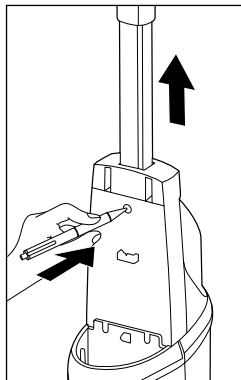

Fig. 2
► Se desejar voltar a remover o cabo do aparelho ❶, deverá retirar primeiro o reservatório de água limpa ❶ do aparelho, a fim de aceder ao mecanismo de encaixe do cabo do aparelho ❶ (ver capítulo **Encher o reservatório de água limpa**). Depois de ter removido o reservatório de água limpa ❶, pressione o mecanismo de encaixe do cabo do aparelho ❶ para fora da abertura de encaixe, utilizando um objeto pontiagudo. Em seguida poderá voltar a retirar o cabo do aparelho ❶ para fora do aparelho (ver fig. 2).